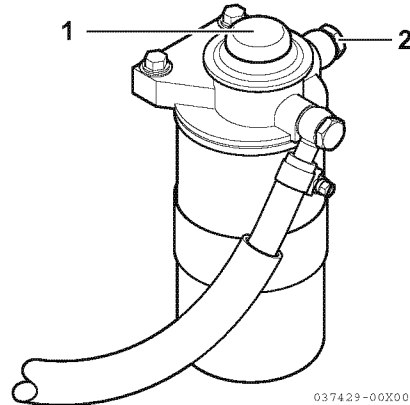

Figure 3
3. Desserrez la vis de purge d'air (2, **Figure 3**).
4. Poussez vers le haut et le bas sur la pompe d'amorçage (1, **Figure 3**) pour dégager l'air de la vis de purge d'air.